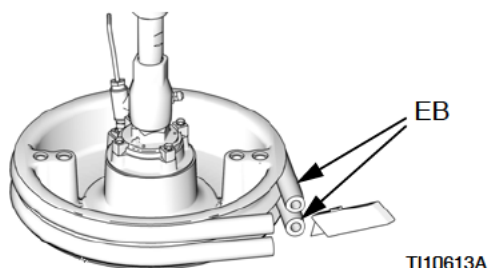

図 19
2. 主切断スイッチ(M) をオフにしてください。
3. 磨耗または破損したワイパー (EB) を交換するには、ドラムからプラテンを吊り上げます。ドラムをベースから取り外します。プラテンから液体をふき取ります。
4. ワイパーの上端および下端をナイフで切り、プラテンから取り外します。図 19。